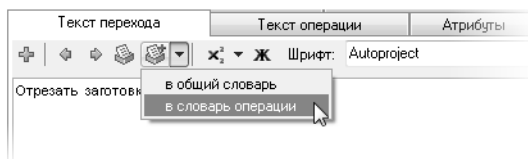

Рис. 3.3.
3. Выделите слова «в размер» с помощью мыши. Нажмите кнопку **Добавить выделенное словарь** и выберите в меню кнопки пункт **в словарь операции** (рис. 3.3).